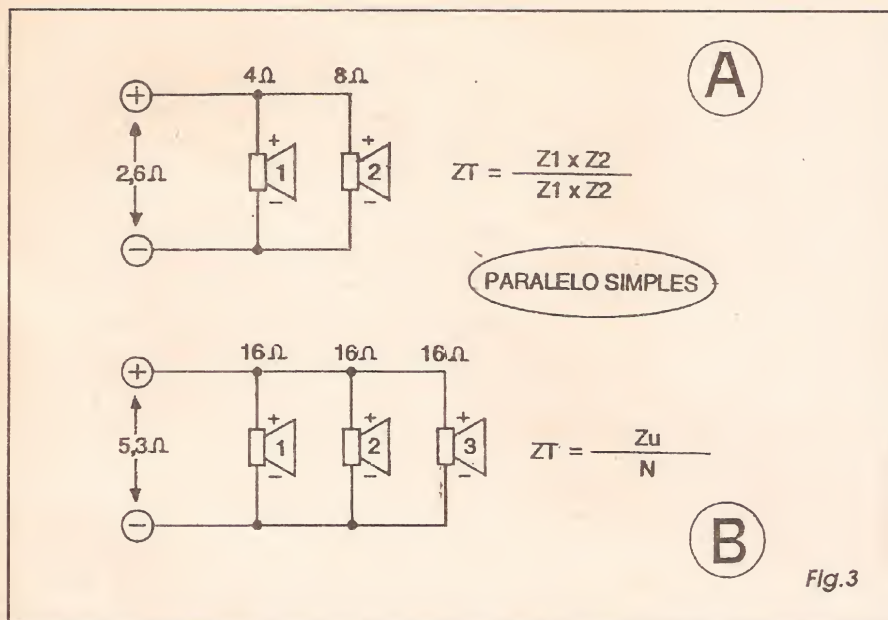
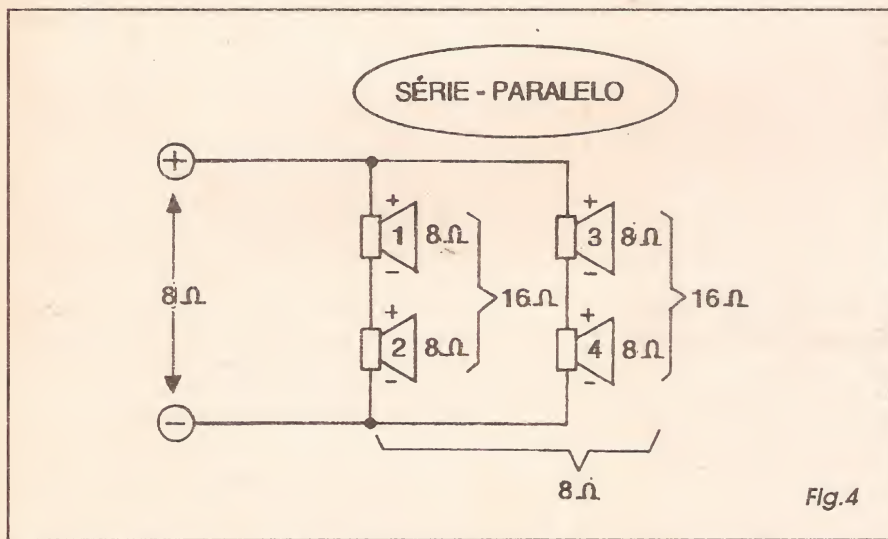

Fig.3
Fig.4
- FIG. 3 - ARRANJOS EM PARALELO COM CÁLCULO SIMPLIFICADO... - Existem muitos casos de associação de alto-falantes EM PARALELO, nos quais o cálculo fica mais fácil, através de fórmulas alternativas, mais simples (ainda igualzinho ocorre com certas associações mais comuns, de meros resistores em paralelo...). Assim (como vemos em 3-A...) quando temos apenas dois alto-falantes *paralelados*, podemos recorrer à fórmula sintetizada do *produto dividido pela soma*
- FIG. 4 - ASSOCIAÇÃO MISTA (SÉRIE/PARALELO) - Mantendo a analogia matemática com os cálculos e associações possíveis com simples resistores, alto-falantes podem ser (e geralmente são...) associados em configurações mistas, também chamadas de SÉRIE/PARALELO, conforme ilustra o diagrama... Usando um pouquinho de raciocínio, os cálculos para obtenção da IMPEDÂNCIA TOTAL também não são difíceis, desde que seja feito um *desmembramento* dos sub-grupos (SÉRIE e PARALELO),
efetuando-se as *continhas* individualmente de modo a simplificar a interpretação do conjunto, resultando no valor total de forma intuitiva...! Vamos exemplificar com números, baseando-nos no arranjo do diagrama: como os falantes 1 e 2 encontram-se EM SÉRIE, o resultado da IMPEDÂNCIA desse grupo será 16 ohms (8+8). Pela mesma razão, o resultado do grupo EM SÉRIE formado pelos falantes 3 e 4 será também 16 ohms. Como os dois sub-conjuntos (1-2 e 3-4) encontram-se eletricamente EM PARALELO, simplesmente dividimos 16 por 2 (rever exemplos da FIG. 3...), obtendo a IMPEDÂNCIA TOTAL de 8 ohms... Na verdade, por mais aparentemente complexo que seja o arranjo SÉRIE/PARALELO, não será difícil a resolução, sempre promovendo o raciocínio através do prévio *desmembramento* dos sub-grupos...
Embora não tenhamos mencionado isso especificamente, tanto nos exemplos da FIG. 3 quanto no da FIG. 4, a *polaridade* dos transdutores deve ser respeitada, conforme indicado, para man-